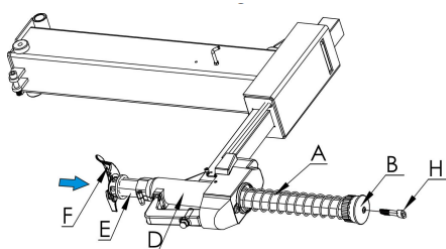

Abb.6
- Verwenden Sie einen 6mm Inbusschlüssel, um die Schraube H, die sich im Inneren der Kunststoffabdeckung B befindet, zu entfernen. Nehmen Sie die Vierkantsäule E heraus, bewegen Sie die Feder A und setzen Sie dann die Sechskantsäule wieder ein. Legen Sie die Feder A auf die Oberseite der Sechskantsäule und setzen Sie die Kunststoffabdeckung B wieder ein und ziehen Sie die Schraube fest. (Abb.6)